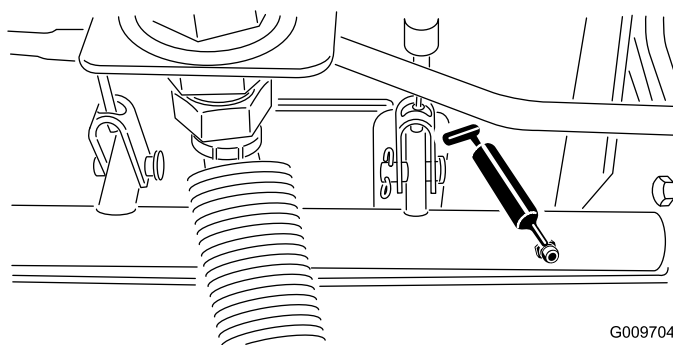

Figura 43
- Cojinetes del pivote del eje de freno (5) (Figura 43)